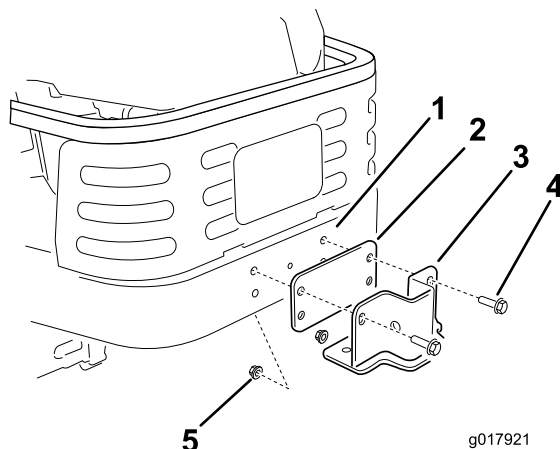

Figure 4
2. Montez la plaque intermédiaire et le support sur le cadre de la machine comme montré à la Figure 4. Fixez la plaque et le support au cadre avec deux boulons (5/16 x 2-1/2 po) et deux contre-écrous (5/16 po).